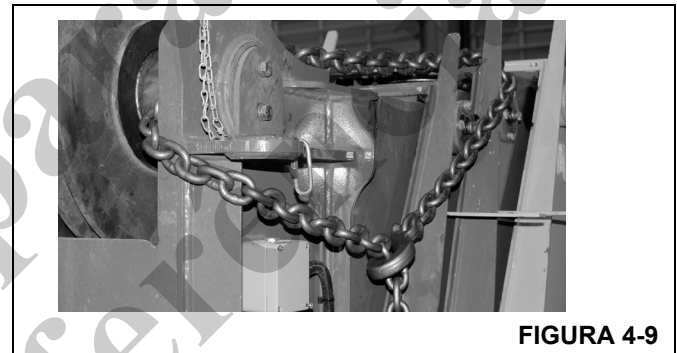

FIGURA 4-9
4. Acorrente juntas as seções volante, intermediária externa e intermediária interna. Isso evitará a extensão inadvertida ou inesperada dessas seções durante a desmontagem da lança (Figura 4-9).